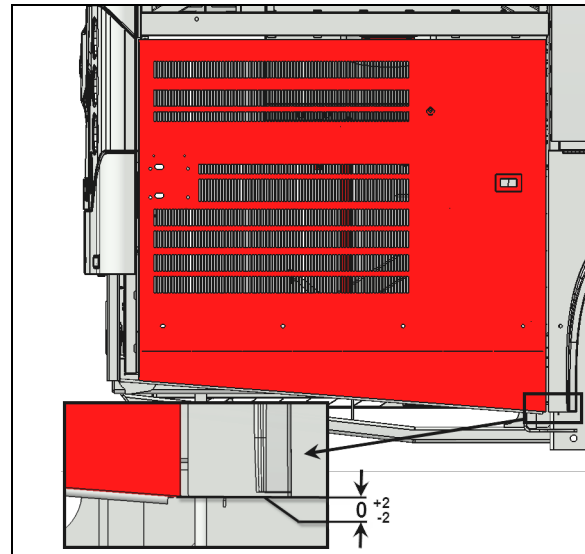

FIGURE 51:
- Le coin inférieur droit de la porte doit être à la même hauteur que le coin inférieur gauche de l'aile arrière (Figure 51:)